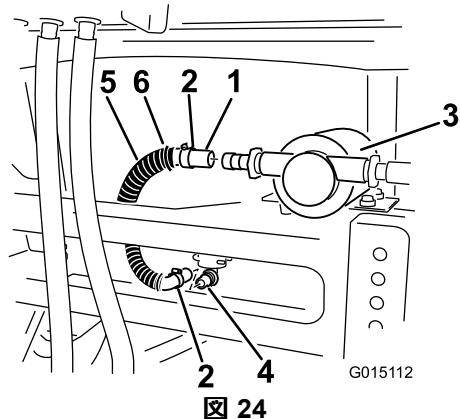

図 24
- ホースの一端を、90° フィッティングすすぎタンク底部に取り付ける図 24。
- ポンプにカバーを被せ、このカバーのタブをフレーム部材のスロットに差し込む図 24。